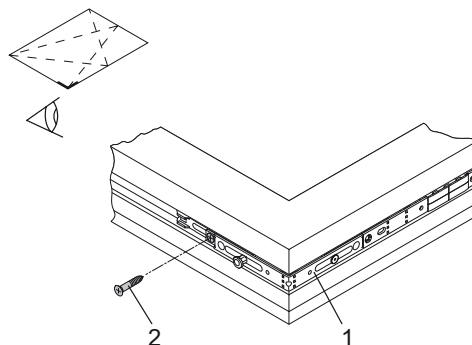

Рис. 10: Угловая передача E1
16. Крепление угловой передачи E1 (1) (Рис. 10).